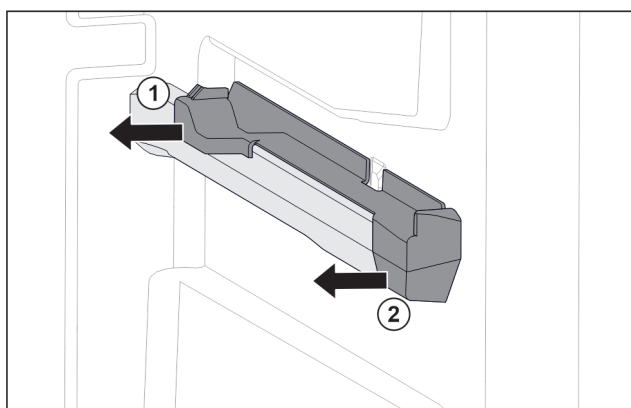

Fig. 148 Elemento inseribile sulla nervatura destra del contenitore
- ▶ Estrarre l'elemento inseribile dal lato posteriore di lato. Fig. 148 (1)
- ▶ Estrarre l'elemento inseribile dal lato anteriore di lato. Fig. 148 (2)